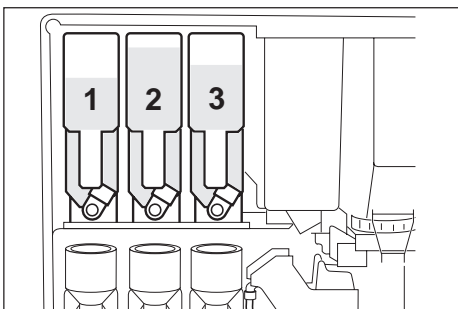

Abb. 13
- Den Trinkwasserkanister im Unterschrank mit Wasser füllen (gilt nicht für Ausführungen mit direktem Wasseranschluß), den Kaffeebohnenbehälter (1) sowie die Behälter für Instantgetränkpulver (2) füllen. Diese dürfen nur zu 2/3 ihrer maximalen Füllmenge gefüllt werden und müssen korrekt eingesetzt werden (Pos. 1 Tee oder andere Getränke, Pos. 2 Schokolade, Pos. 3 Milch) (Abb. 13).